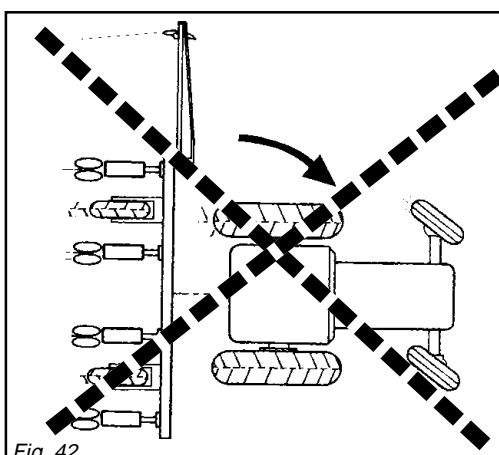

Fig. 42
The version in fig. 42 has no seed press wheel and is fitted with a 370 mm rear wheel .
Die Version in Abb. 42 ist ohne kleines Samendruckrad und ist mit einer 370 mm Hinterrolle ausgestattet.
Le modèle dans la Figure 42 n'est pas doté de roulette presse-graine et a une roue arrière de 370mm.
- Evitare di effettuare curve con la macchina interrata, ne tantomeno lavorare in retromarcia (Fig. 42 e 43). Sollevarla sempre per i cambiamenti di direzione e per le inversioni di marcia.
grounded, neither work in reverse (fig. 42 and 43). Always lift it when changing direction or reversing.
Kurven vermeiden, und nie im Rückwärtsgang arbeiten (Abb. 42 und 43). Für die Richtungswechsel und Umsteuerungen die Maschine immer heben.
- *Eviter d'effectuer des virages si la machine est enterrée et de travailler à marche arrière (Figure 42 et 43). Soulever toujours la machine pour les changements de direction et pour les demi-tours.*
- Evitar que se efectúen curvas con la máquina enterrada y no trabajar en marcha atrás (Fig. 42 y 43). Elevarla siempre cuando se deberán efectuar cambios de dirección e inversiones de marcha.